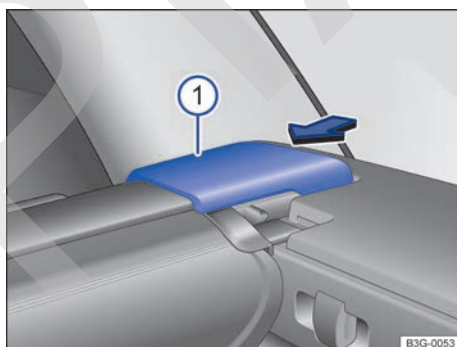

Fig. 203 En el maletero: desmontar la cubierta del maletero.
- Empuje el soporte de la cubierta → fig. 203 ① en el sentido de la flecha y manténgalo en esta posición.
- Suelte el soporte de la cubierta → fig. 203 ①.